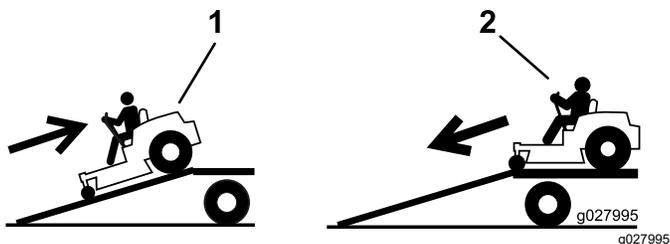

Figura 34
4. Risalite in retromarcia la rampa (Figura 34).
2. Scendete dalla rampa in marcia avanti (Figura 34).